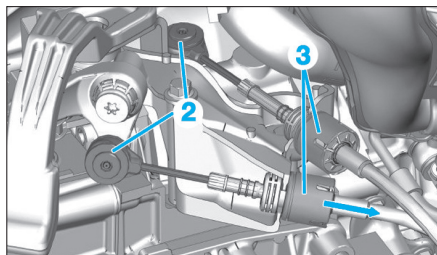

Fig. 3
- A l'aide de l'outil [1], désaccoupler les deux rotules (2) (Fig.3).
- Pousser vers le bas pour déverrouiller les attaches de maintien des câbles (3).